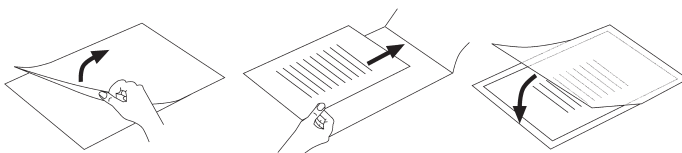

Bild 2
- Var noga med att bara använda en plastficka åt gången när du laminerar. Vik ut den först, så som visas t ex på bild 2.
- ▶ Var noga med att bara använda en plastficka åt gången när du laminerar. Vik ut den först, så som visas t ex på bild 2.